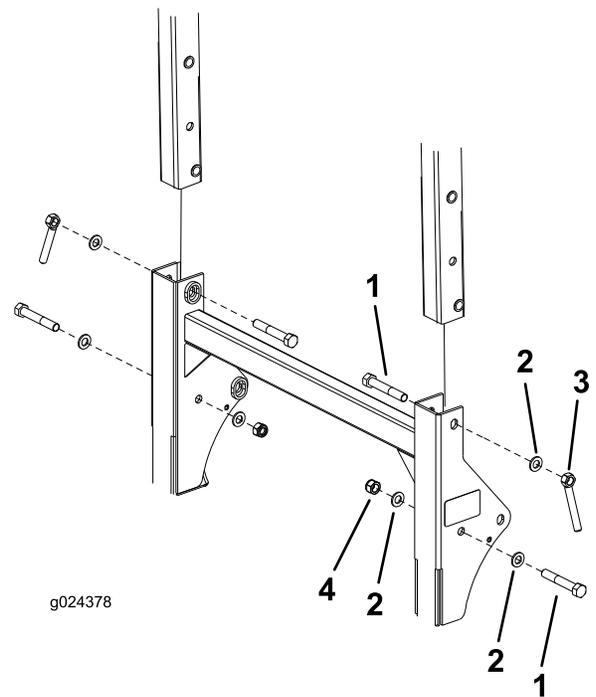

Figure 5
13. Fixez chaque côté du cadre supérieur du système ROPS au support inférieur au moyen d'un boulon M16 x 100, de (2) rondelles et d'un écrou M16 (Figure 5). Serrez les boulons à 190 Nm. Vérifiez que le cadre supérieur pivote librement sur toute sa course.
14. Élevez le cadre supérieur du système ROPS à la position verticale et fixez chaque côté avec un boulon M16 x 100, une rondelle et un écrou moleté (Figure 5).